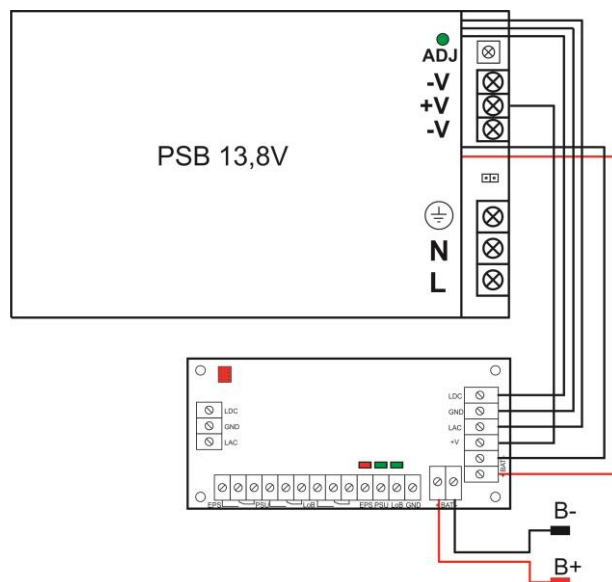

Abbildung 2. Anschlussschema des Moduls am Netzteil PSB.
Technische Ausgänge: - EPS – Ausgang zur Signalisierung einer Störung der AC-Versorgung - PSU – Ausgang zur Signalisierung der fehlenden DC-Stromversorgung / Störung des Netzteils - LoB – Ausgang zur Signalisierung eines niedrigen Niveaus der Batteriespannung	- Relaisausgang: 1A @ 30V DC / 50V AC, Verzögerung des Ansprechens: ca. 10 s. ACHTUNG! Auf Abbildung 2 stellt das System der Kontakte den spannungslosen Zustand des Relais dar, was dem Zustand der Signalisierung der fehlenden AC-Stromversorgung (Störung des AC-Stromnetzes) entspricht. - OC-Ausgang: 50 mA max. Normalzustand: Niveau L (0V), Störung: Niveau hi-Z, Verzögerung 10 s. - Relaisausgang: 1A @ 30V DC / 50V AC ACHTUNG! Auf Abbildung 2 stellt das System der Kontakte den spannungslosen Zustand des Relais dar, was dem Zustand der Signalisierung der fehlenden DC-Spannung (Störung des Netzteils) entspricht. - OC-Ausgang, 50 mA max., normaler Zustand: Niveau L (0V), Störung: Niveau hi-Z - Relaisausgang: 1A @ 30V DC / 50V AC ACHTUNG! Auf Abbildung 2 stellt das System der Kontakte den spannungslosen Zustand des Relais dar, was dem Zustand der Signalisierung der niedrigen Batteriespannung ($U_{BAT} < 11,5V$) entspricht. - OC-Ausgang, 50 mA max., normaler Zustand ($U_{BAT} > 11,5V$): L (0V), Störung ($U_{BAT} < 11,5V$): Niveau hi-Z Das Netzteil besitzt keine Funktion der Entdeckung der Batterie, im Falle ihres Fehlens oder Nichtanschlusses befindet sich der Ausgang im normalen Zustand.
3. Leitungen BAT+, BAT- am Netzteil PSB 13,8V durchtrennen, Isolierung abnehmen und nach dem Schema (Abbildung 2) an das Modul anschließen.